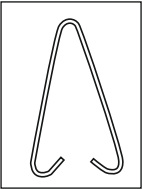
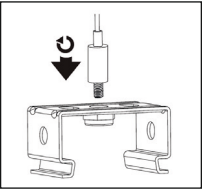

Рис. 5
Рис. 6
- 5.19 Для установки осветительного прибора на подвесы используйте скобы для подвесного монтажа (2 шт. – рис. 5, входят в комплект поставки) или тросовую систему подвеса (рис. 6, в комплект поставки не входит и приобретается отдельно).